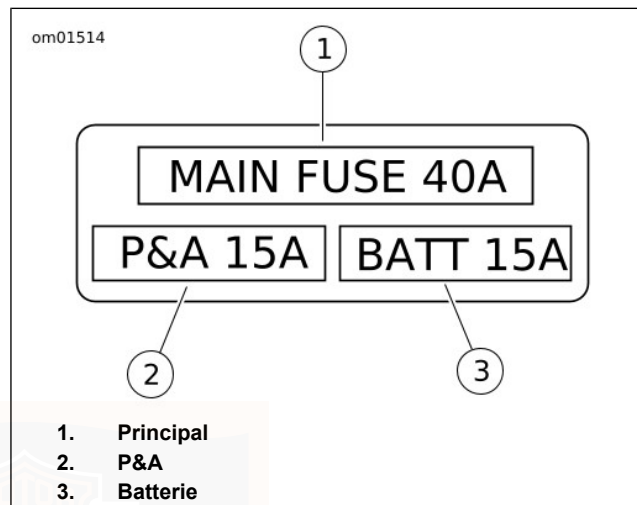

Figure 53. Bloc fusibles
Voir Figure 53. Les circuits électriques sont protégés par trois fusibles. Les circuits individuels du véhicule sont protégés par le module de commande de corps (BCM).
4. Voir Figure 53. Retirer le fusible qui semble causer la panne.